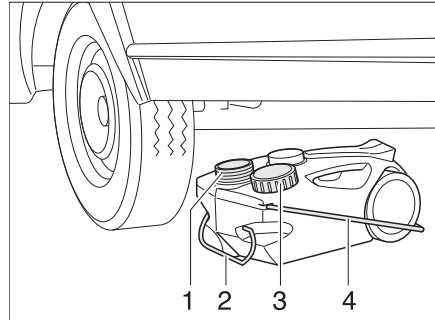

Bild 146 Avloppstank, mobil
- Stäng avloppstankens öppning (Bild 146,1) med locket (Bild 146,3).
- Dra ut avloppstanken i handtaget (Bild 146,2).
- Fäll upp bärhandtaget (Bild 146,4) ställ upp avloppstanken.